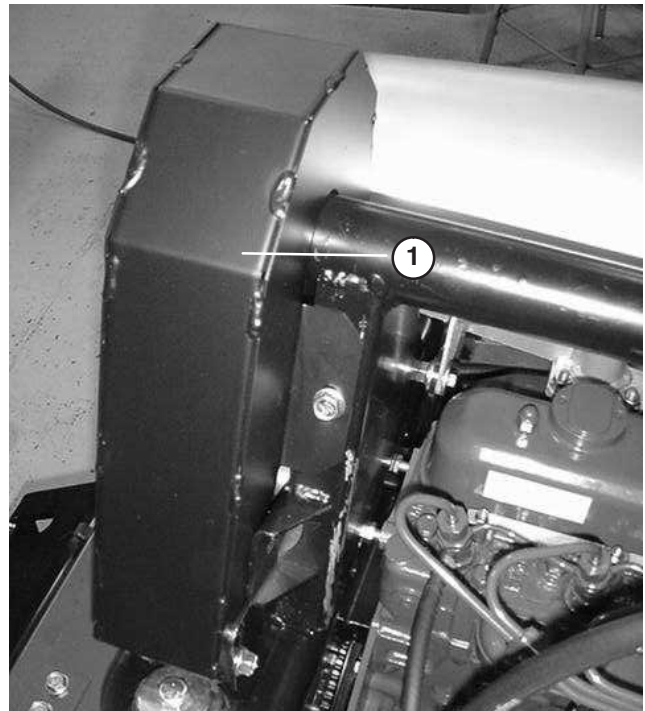

Figure 55
2. Enlevez les vis (5) de fixation du couvercle de la courroie du ventilateur et enlevez le couvercle (Fig. 55).
5. Montez le couvercle de la courroie de ventilateur et fixez-le en place avec les vis (Fig. 55). Refermez et verrouillez le capot.
4. Montez le couvercle de la courroie de ventilateur et fixez-le en place avec les vis (Fig. 55). Refermez et verrouillez le capot.